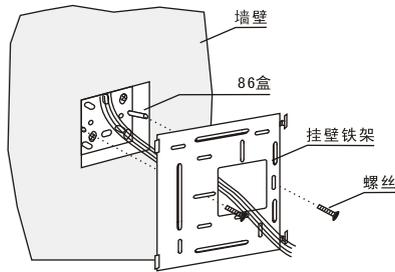

图 3
3. 留出线后，对准86盒的螺丝柱，用两个螺丝将挂墙铁架固定在86盒上（见图3）。